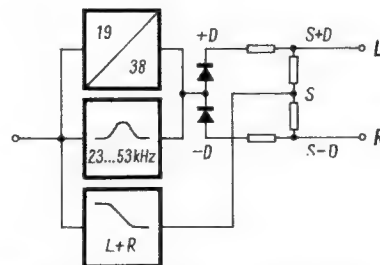

Bild 2. Decodierung nach dem Matrix-Verfahren
2. Das sogenannte Matrix-Verfahren mit Filtertrennung der verschiedenen Anteile des Composite-Signals, Bild 2.
Das Matrix-Verfahren ist aufwendiger. Die Anteile des Composite-Signals werden getrennt behandelt und erst später wieder zusammengeführt. Bild 2 gibt das Matrix-Verfahren wieder. Im oberen Zweig der Schaltung wird der Hilfsträger regeneriert. Der mittlere Zweig enthält die ausgefilterten Seitenbänder. Träger und Seitenbänder werden addiert und gelangen zur Demodulationsstufe. An den Dioden steht also das Differenzsignal des Stereoprogramms, und zwar wegen der unterschiedlichen Polung der Dioden einmal mit positivem das andere Mal mit negativem Vorzeichen. Dem nun folgenden Matrix-Netzwerk wird dann das Summensignal zugeführt, das zuvor durch einen Tiefpaß ausgefiltert worden ist. Über die bekannten Beziehungen $S + D = 2L$ und $S - D = 2R$ entstehen wiederum die Links-Rechts-Informationen. Durch besondere Einstellglieder kann noch ein Pegelgleichgewicht zwischen den einzelnen Anteilen und die nötige Deemphasis des Signals erreicht werden.